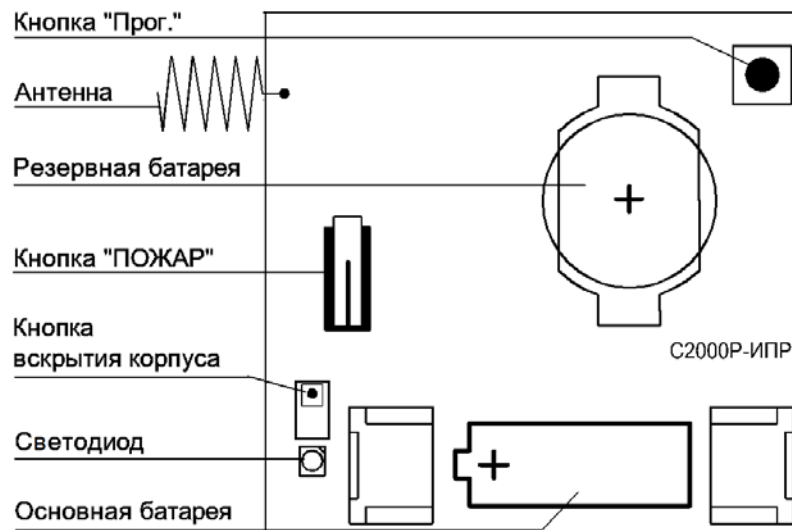

Рисунок 2.2 Расположение элементов на плате
На плате извещателя располагаются элементы питания и органы управления прибором (см. Рисунок 2.2):
- Нажать кнопку «Прог.» на плате извещателя (см. Рисунок 2.2) на время более 3 секунд.
Тест качества связи запускается посредством короткого нажатия на кнопку «Прог.» на плате прибора (см. Рисунок 2.2). Запуск процедуры может занимать до 2 секунд, при этом прибор осуществляет анализ радиоэфира и регистрацию на оптимальном Радиоконтроллере или ретрансляторе.